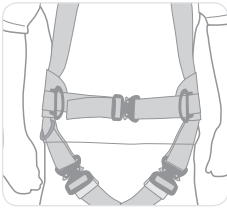

Abbildung 15
- Falls vorhanden (nur Gurt RH3), die Schnalle am Taillengurt vorne schließen und den Gurt einstellen, indem Sie ihn so weit durch die Schnalle ziehen, bis er eng anliegt (siehe Abbildung 15).